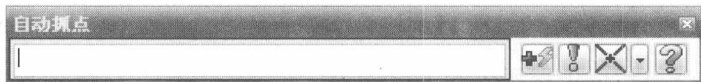

图 1-4 快速绘点坐标值输入框
- “快速绘点” : 单击该按钮, 系统将弹出快速坐标值输入框, 如图 1-4 所示。用户可直接输入目标点的 X,Y,Z 坐标值, 从而避免在 3 个独立的坐标输入框内输入坐标的麻烦, 输入坐标值后按 Enter 键确认即可。